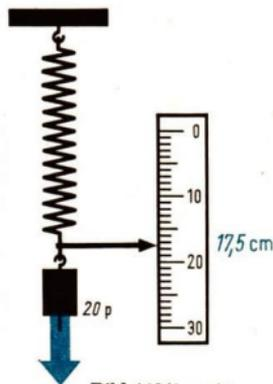

Bild 119/1 zu \*2.
- \*2. Der am unteren Ende einer Schraubenfeder befindliche Haken ist mit einem Zeiger versehen (Bild 119/1). Beim Angreifen einer Kraft von 20 p zeigt der Zeiger an einer Skale 17,5 cm an, bei einer Belastung von 85 p werden 24,0 cm angezeigt. An welchen Stellen der Skale müssen Sie die Markierung für a) 50 p, b) 100 p, c) 150 p anbringen?